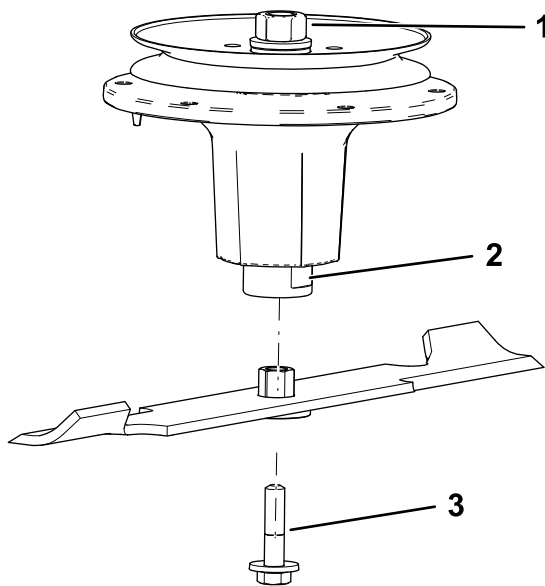

Figure 111
2. Installez l'ensemble douille/lame sur l'axe de pivot (Figure 111).